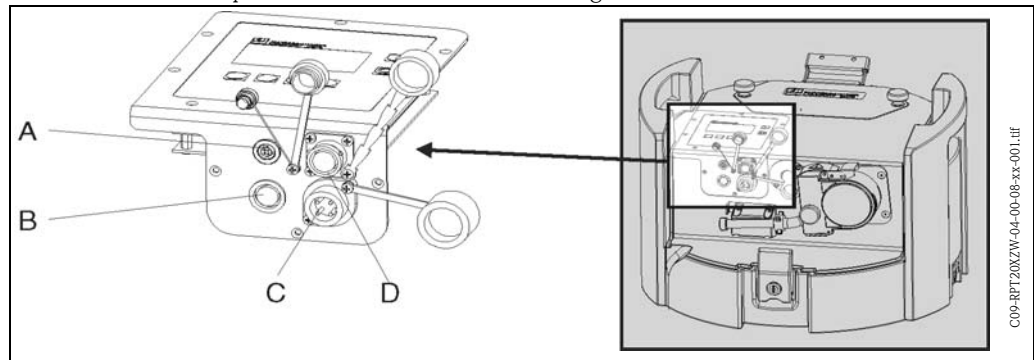

Abb. 4: Elektrische Anschlüsse des Gerätes
4.1.1 Anschluss Signalkabel (→ Abb. 4, Pos. B)
4.1.2 Anschluss RS232 Schnittstelle (→ Abb. 4, Pos. A)
4.1.3 Anschluss Ladegerät (→ Abb. 4, Pos. C)
4.1.4 Anschluss Multiparametersonde (optional; → Abb. 4, Pos. D)